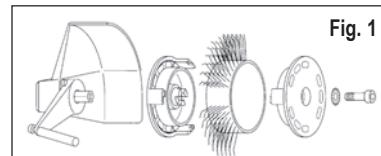
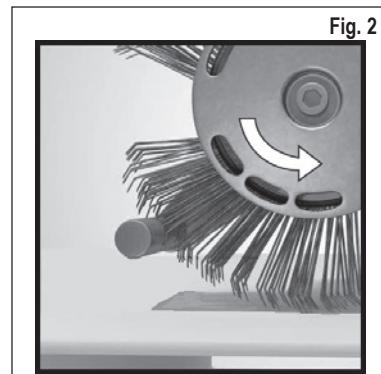

Fig. 1
Fig. 2
- Se va întrerupe alimentarea cu aer comprimat și se va fixa apoi în modul prescris pe unealtă banda **MBX® Bristle Blaster®** de 23 mm resp. de 11 mm, cu sistemul de prindere corespunzător (attenție la sensul de rotație), cu surubul și cu șaiba ondulată prevăzute în acest scop. Vezi Fig. 1 și Fig. 2
- Folosiți o bandă **MBX®** în sensul de mișcare eronat? – Orientați banda cu perii în așa fel, încât să funcționeze în direcția regulamentară. (vezi capitolul 7, Punerea în funcțiune, Fig. 2).